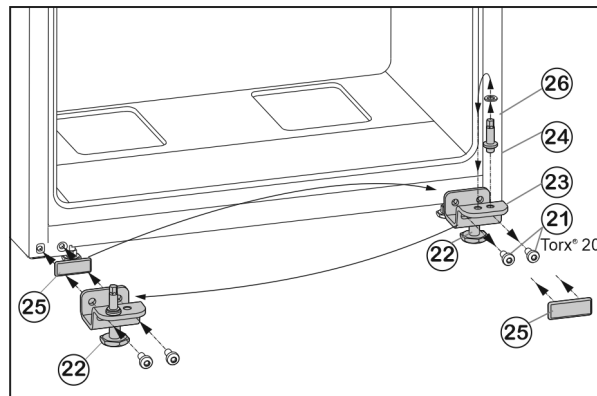

Fig. 7
- ▶ Tekerje le a rögzítőcsavarokat Fig. 7 (21).
- ▶ Vegye le a teljes alsó csapágybakot Fig. 7 (23) a csapszeggel Fig. 7 (24), az alátéttel Fig. 7 (26) és a beállító lábbal Fig. 7 (22).
- ▶ Csavarozza le a teljes csapágybakot Fig. 7 (24) az alátéttel Fig. 7 (26), helyezze át a csapágybak túldoldali felvívó furatába, és csavarozza vissza.
- ▶ Óvatosan vegye le a fedőlemezt Fig. 7 (25), és helyezze át az ellenkező oldalra.
- ▶ A teljes alsó csapágybakot Fig. 7 (23) a csapszeggel Fig. 7 (24), az alátéttel Fig. 7 (26) és a beállító lábbal Fig. 7 (22) a csuklópánt új oldalán **erősen (4 Nm-es nyomatékkal)** csavarozza vissza, adott esetben egy akkus csavarhúzó használatával.
- ▶ Az alsó ajtót felülről helyezze a csapszegre Fig. 7 (24).
- ▶ Tekerje ki az állítólabát Fig. 7 (22) az alsó csapágybakból Fig. 7 (23), míg hozzá nem ér a talajhoz.